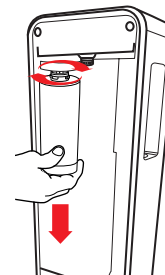

Fig. 4-29
41.4 – Sul display apparirà: “**RIMUOVERE FILTRO OK**”, rimuovere il filtro dalla testata, ruotandolo da destra verso sinistra, fino a raggiungere il punto di sblocco. Tirare il filtro verso il basso per estrarlo, nel caso non si dovesse sfilare ripetere l'operazione descritta precedentemente, vedi Fig. 4-29. Premere OK.